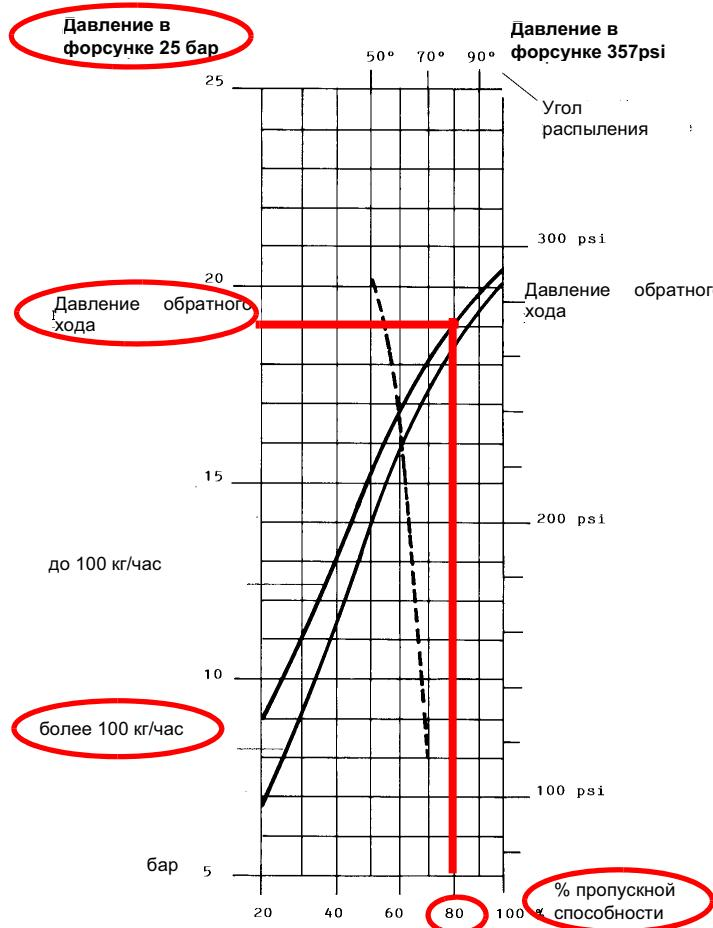
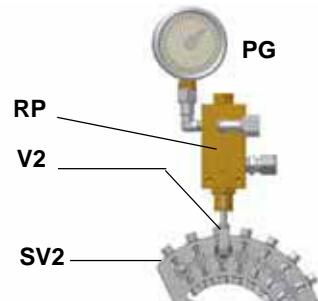
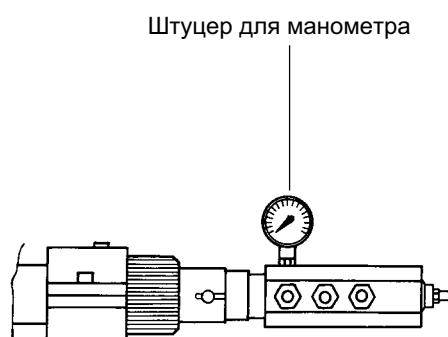

Рис. 32
Рис. 35
Рис. 36
Пример: 80% номинального расхода на форсунке можно получить, если установлены форсунки с расходом более 100 кг/час, при давлении на обратном ходе примерно равном 18 бар (см. график на Рис. 32).
- Давление питания форсунки уже отрегулировано заранее на заводе-изготовителе и не должно изменяться. Только в случае необходимости, отрегулировать давление питания (см. соответствующий параграф) следующим образом: установить манометр в положение, указанное на Рис. 35, воздействовать на регулировочный винт **VR** насоса (см. Рис. 33) до получения на форсунке давления в 25 бар (форсунки Fluidics - см. график на Таб. 4 - Рис. 32);
- 10 для получения максимального расхода мазутного топлива регулировать давление (считывая значения на манометре PG), не изменяя при этом, уже отрегулированный, во время настройки работы на газе, расход воздуха (см. предыдущий параграф): все время проверяя параметры продуктов сгорания, воздействовать на винт варьируемого сектора, соответствующий мазутному топливу **SV2** (см. Рис. 35), но по достижении положения большого пламени.
- 13 Сместить кулачок **V** (малое пламя на мазутном топливе) в сторону минимальной мощности, с тем, чтобы сервопривод начал закрываться, до тех пор, пока два подшипничка не совместятся с регулировочным винтом, относящимся к самой низкой точке: закручивать винт **V2** для увеличения расхода, откручивать - для уменьшения, с целью получения значения давления, как на графике на Рис. 32, на основании требуемого расхода.
Давление питания форсунки уже отрегулировано заранее на заводе-изготовителе и не должно изменяться. Только в случае необходимости, отрегулировать давление питания (см. соответствующий параграф) следующим образом: установить манометр в положение, указанное на Рис. 36, воздействовать на регулировочный винт **VR** насоса (см. Рис. 33) до получения на форсунке давления в 25 бар (форсунки Fluidics - см. график на Рис. 32);